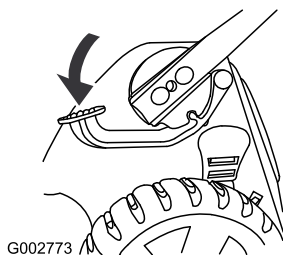

Figura 36
1. Pise el pedal y manténgalo pisado (Figura 36).